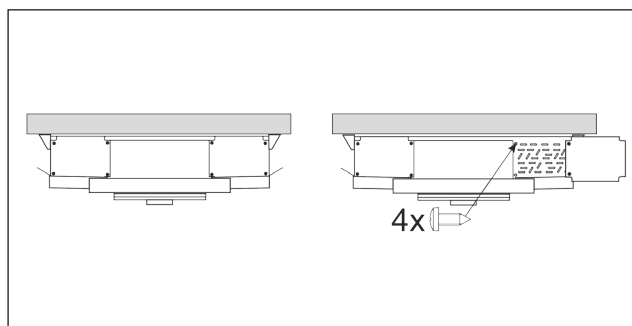

Рис. 11.1
2. Снимите панель корпуса воздухоохладителя со стороны дистрибьютора, ослабив четыре винта (Рис. 11.1).